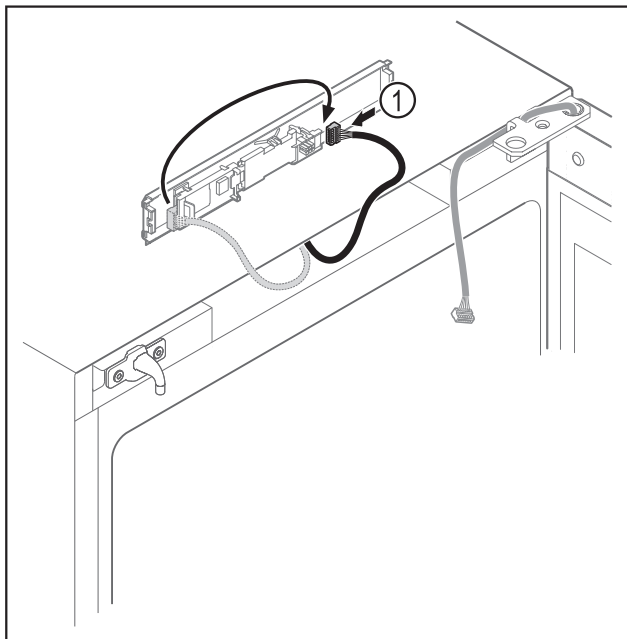

Fig. 14
- ▶ Wtyczkę Fig. 14 (1) należy ponownie podłączyć do płytki drukowanej.